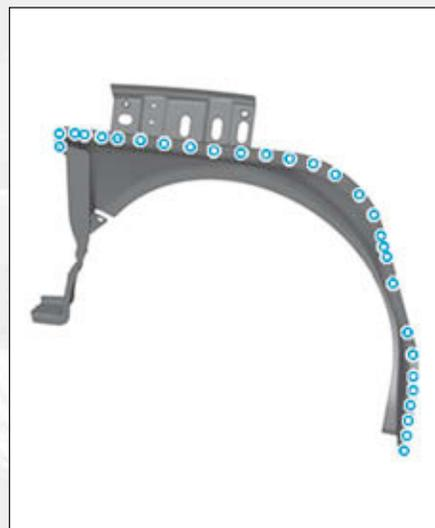

FIG.199
- Tracer puis percer sur la pièce de rechange au Ø 6,5 mm pour soudage ultérieur par points bouchons MAG (Fig.199).